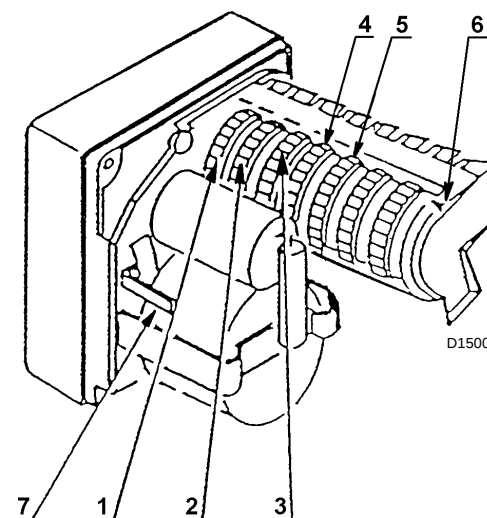

Fig. 17
- 2 Verificare che l'eccentricità della camma olio sia tale da far effettuare una corsa di circa 8 mm all'alberino del modulatore olio. Normalmente, con una corsa di 8 mm dell'alberino, si ottiene la variazione della pressione necessaria alla modulazione della potenza da minimo a massimo. Per effettuare questa verifica ruotare manualmente la camma dopo aver sbloccato il servomotore per mezzo della leva 7)(Fig. 17) in modo che la corsa dell'alberino non sia esagerata o insufficiente.